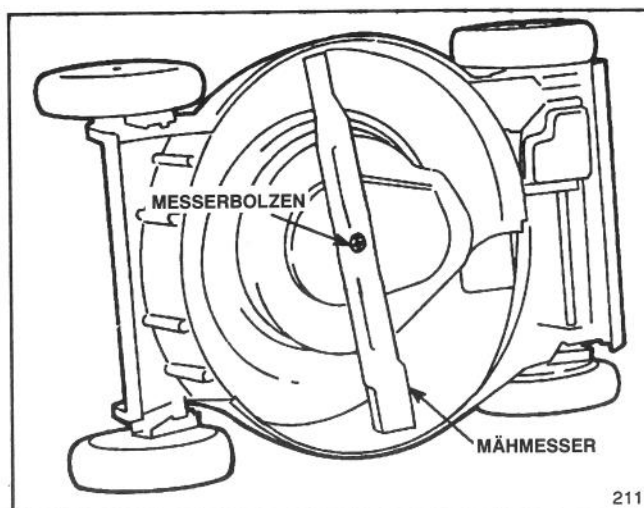

Abbildung 24
3. Mäher auf die rechte Seite kippen (Abb. 24).
5. ENTFERNEN DES MESSERS—Das Ende des Mähmessers mit einem Lappen oder einem dicken Handschuh anpacken. Messerbolzen, Sicherungsscheibe, Mähmesser und Messerrückhaltung entfernen (Abb. 24 & 26).